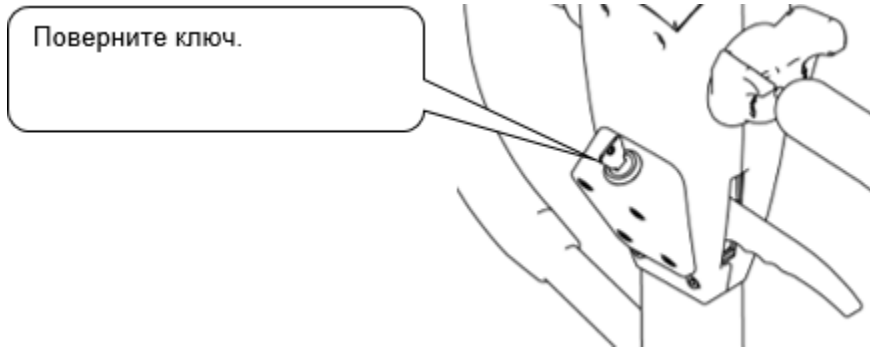

Рисунок 8.
2. Вставьте ключ в электрический замок (рис.8)